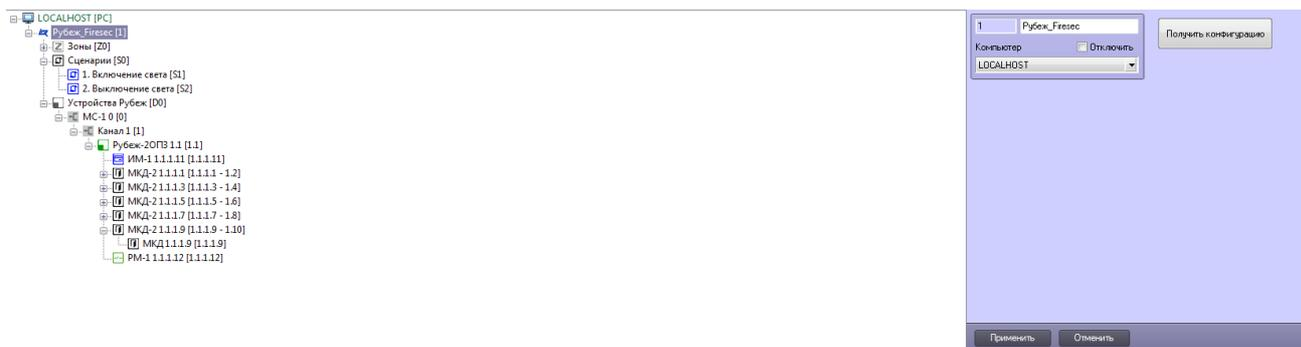

Рис. 4
5) Нажать кнопку **Получить конфигурацию**, чтобы загрузить конфигурацию с сервера FireSec и построить дерево объектов (Рис. 4). После этого все устройства, зоны и сценарии будут интегрированы в ПК «Интеллект», с них будут приходить события (Рис. 4), также они доступны для управления.
Приложение «Мультисерверная Оперативная задача» отображает информацию со всех подключенных серверов, список серверов расположен в крайнем левом поле окна приложения (Рис. 4). Для выбора сервера достаточно выделить его в списке. Главное окна приложения имеет стандартный вид приложения FireSec «Оперативная задача» выбранной версии ПО (работа с приложением Оперативная задача FireSec 3, мониторинг и управление описаны в 21).